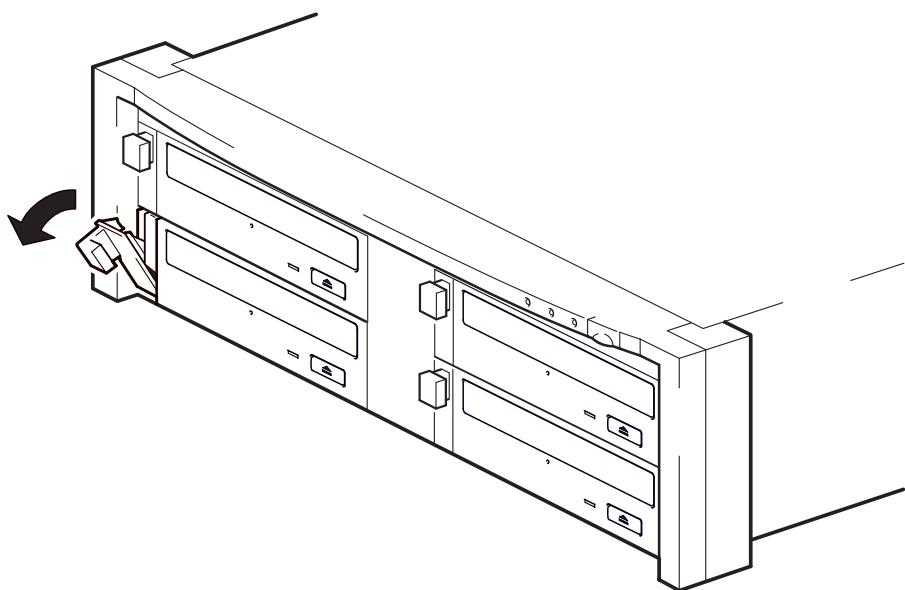

Figura 5a: puxar a alavanca de extração para fora
- 1 Puxe a alavanca de extração da unidade que deseja substituir para que fique na posição para fora. (Veja a figura 5a.)